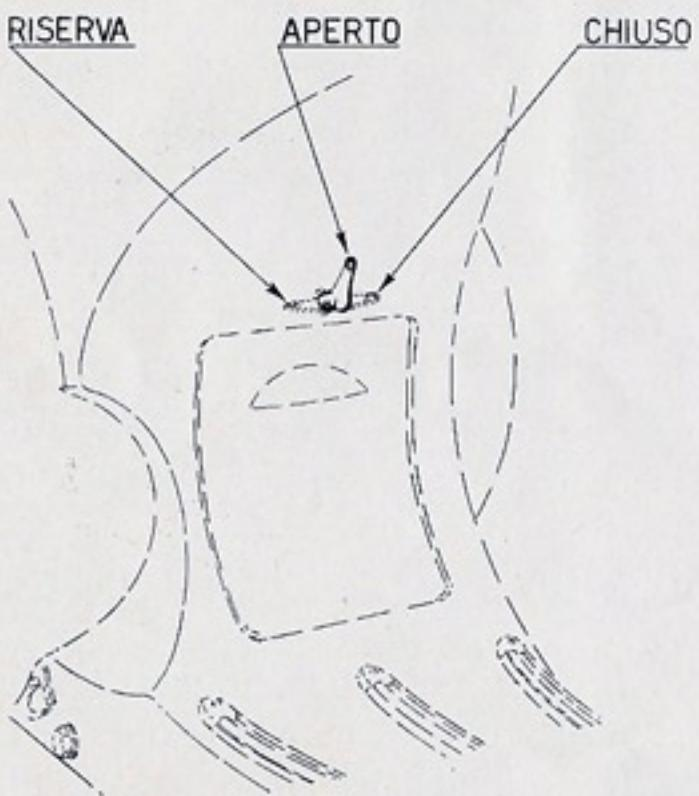

Fig. 10 - Posizioni del rubinetto miscela
**Avviamento.** Per avviare il motore aprire il rubinetto della miscela (le 3 posizioni "aperto, chiuso, riserva,, sono indicate in fig. 10), porre il cambio in posizione di folle (vedi fig. 11), tenere la manopola di comando gas al minimo ed agire sul pedale della messa in moto.